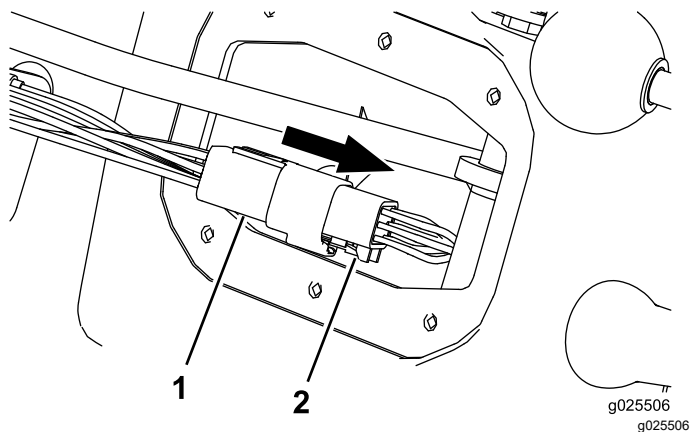

Figura 12
1. Deconectați conectorul indicatorului de schimbare trepte de la cablul mainii (Figura 12).